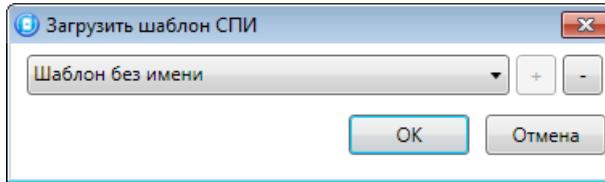

Рисунок 4.48 — Окно *Загрузить шаблон СПИ*
- *Загрузить шаблон настроек:* открытие окна *Загрузить шаблон СПИ* (см. рисунок 4.48), с помощью которого может быть сконфигурирован контроллер по предварительно созданному шаблону. Для того чтобы применить шаблон, выберите его в списке и нажмите кнопку *OK*. Для того чтобы удалить один из сохраненных шаблонов, выберите его в списке и нажмите кнопку .